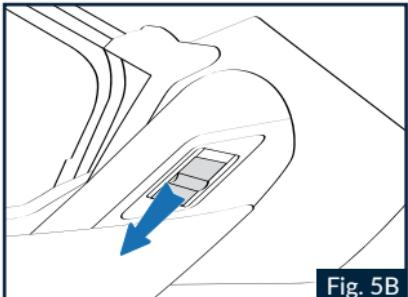
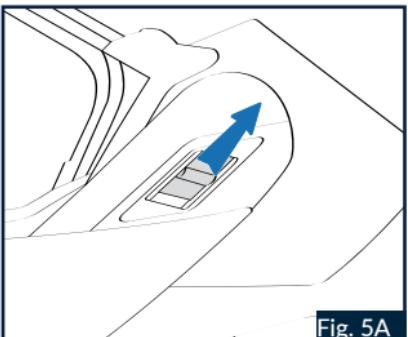

Fig. 5B
Fig. 5A
1.4 Indipendentemente dalla posizione iniziale della visiera, al termine dell'apertura della mentoniera la visiera resterà nella sua posizione di massima apertura. Se il casco viene utilizzato con mentoniera aperta (configurazione J), si consiglia di posizionare il cursore laterale sinistro di blocco in posizione "J" per assicurare la mentoniera in questa posizione (Fig.5B).
di blocco si trova in posizione "P", la mentoniera può essere aperta e/o chiusa (Fig.5A). Quando il cursore laterale sinistro di blocco si trova in posizione "J", la mentoniera non può essere chiusa, rimanendo bloccata in posizione aperta (Fig.5B).
ATTENTION : Quando il cursore laterale sinistro di blocco si trova in posizione "J", non forzare la chiusura della mentoniera perché ciò potrebbe determinare dei danni al meccanismo di chiusura del casco. Per procedere alla chiusura della mentoniera è necessario spostare il cursore di blocco in posizione "P" (Fig.5A).